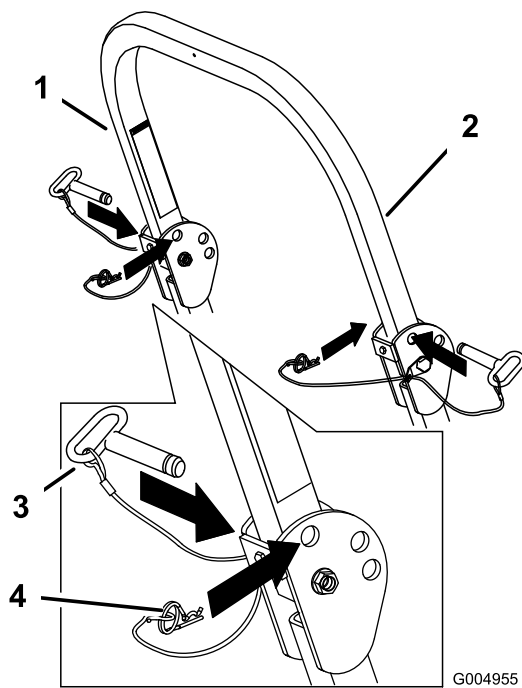

Bild 9
1. Entfernen Sie die Splints und die zwei Stifte (Bild 9).
3. Setzen Sie die zwei Stifte ein und befestigen sie mit den zwei Splints (Bild 9).
- Entfernen Sie zum Hochklappen des Überrollbügels den Splint und die zwei Stifte (Bild 9).
- Richten Sie den Überrollbügel ganz auf und setzen zwei Stifte ein. Befestigen Sie die Stifte mit den Splints (Bild 9).